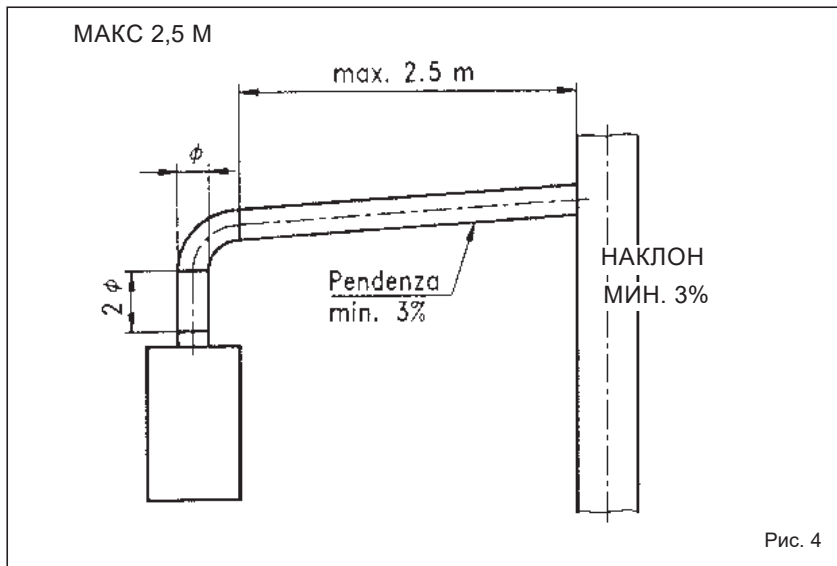

Рис. 4
2.4.1 Подсоединение дымовой трубы (Рис. 4)
На рис.4 изображено подсоединение котлоагрегата к дымовой трубе или дымоходу при помощи дымовых каналов в соответствии с предписаниями норматива UNI 7129/92 для аппаратов с номинальным расходом тепла не более 35 кватт.